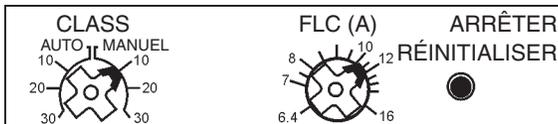

Figure 14. Module de surcharge électronique (style ancien)
Le module de surcharge électronique (Figure 14) comporte deux cadrans qui doivent être réglés avant que la pompe ne puisse être utilisée avec le boîtier de commande.
1. Régler le pointeur FLC (A) (Figure 14) sur 10,5. Ce réglage représente les ampères nominaux de la pompe. Cette information figure sur la plaque signalétique de la pompe.
1. Selon l'application, régler le pointeur de la molette **CLASS** (Figure 14) sur **HAND** (manuel) ou sur **AUTO**.